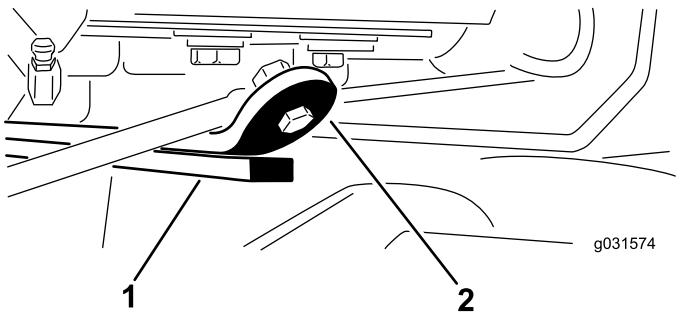

Figure 15
- Démarrez le moteur, levez les unités de coupe et vérifiez que l'écartement entre le segment d'usure sur le dessus de la barre d'usure de l'unité de coupe arrière et la bride de butée est compris entre 0,51 et 2,54 mm, comme montré à la Figure 15.